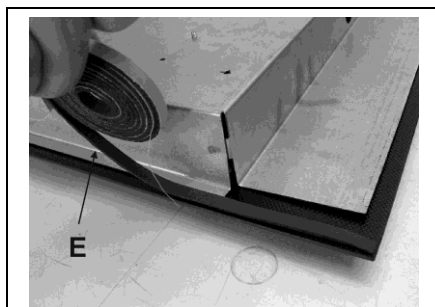

РИС. 9
- Развернуть панель и правильно установить крепление «Е» (рис. 9) под кромкой панели таким образом, чтобы внешний край уплотнения точно совпадал с краем периметра панели. Внешние края полос должны совпадать без наложения.